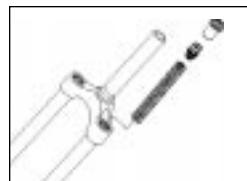

Abb. 2
2. Drücken Sie die Gabel bis zum Anschlag zusammen und ziehen Sie die Federgruppen (obere Abdeckkappe, Feder-Distanzscheibe und Stahlfeder) langsam heraus. S. Abb. 2.